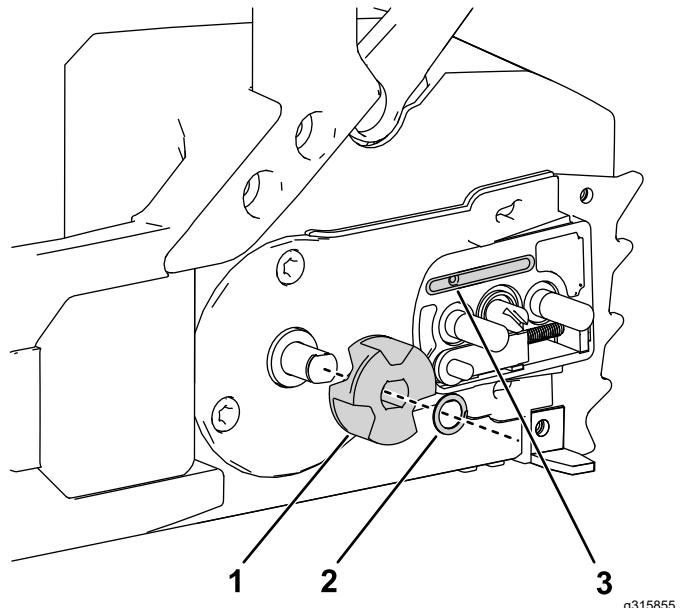

Figura 29
5. Retire el clip y el piñón de arrastre de la motosierra (Figura 29).
9. Compruebe que la salida de aceite (Figura 29) está libre de residuos; límpie la zona si es necesario.